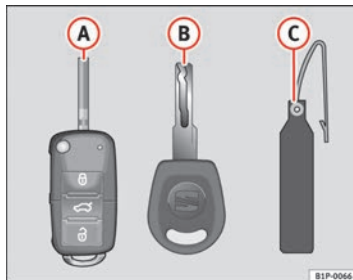

Abb. 41 Schlüsselsatz
- einem Funkschlüssel ⇒ Abb. 41 **A**